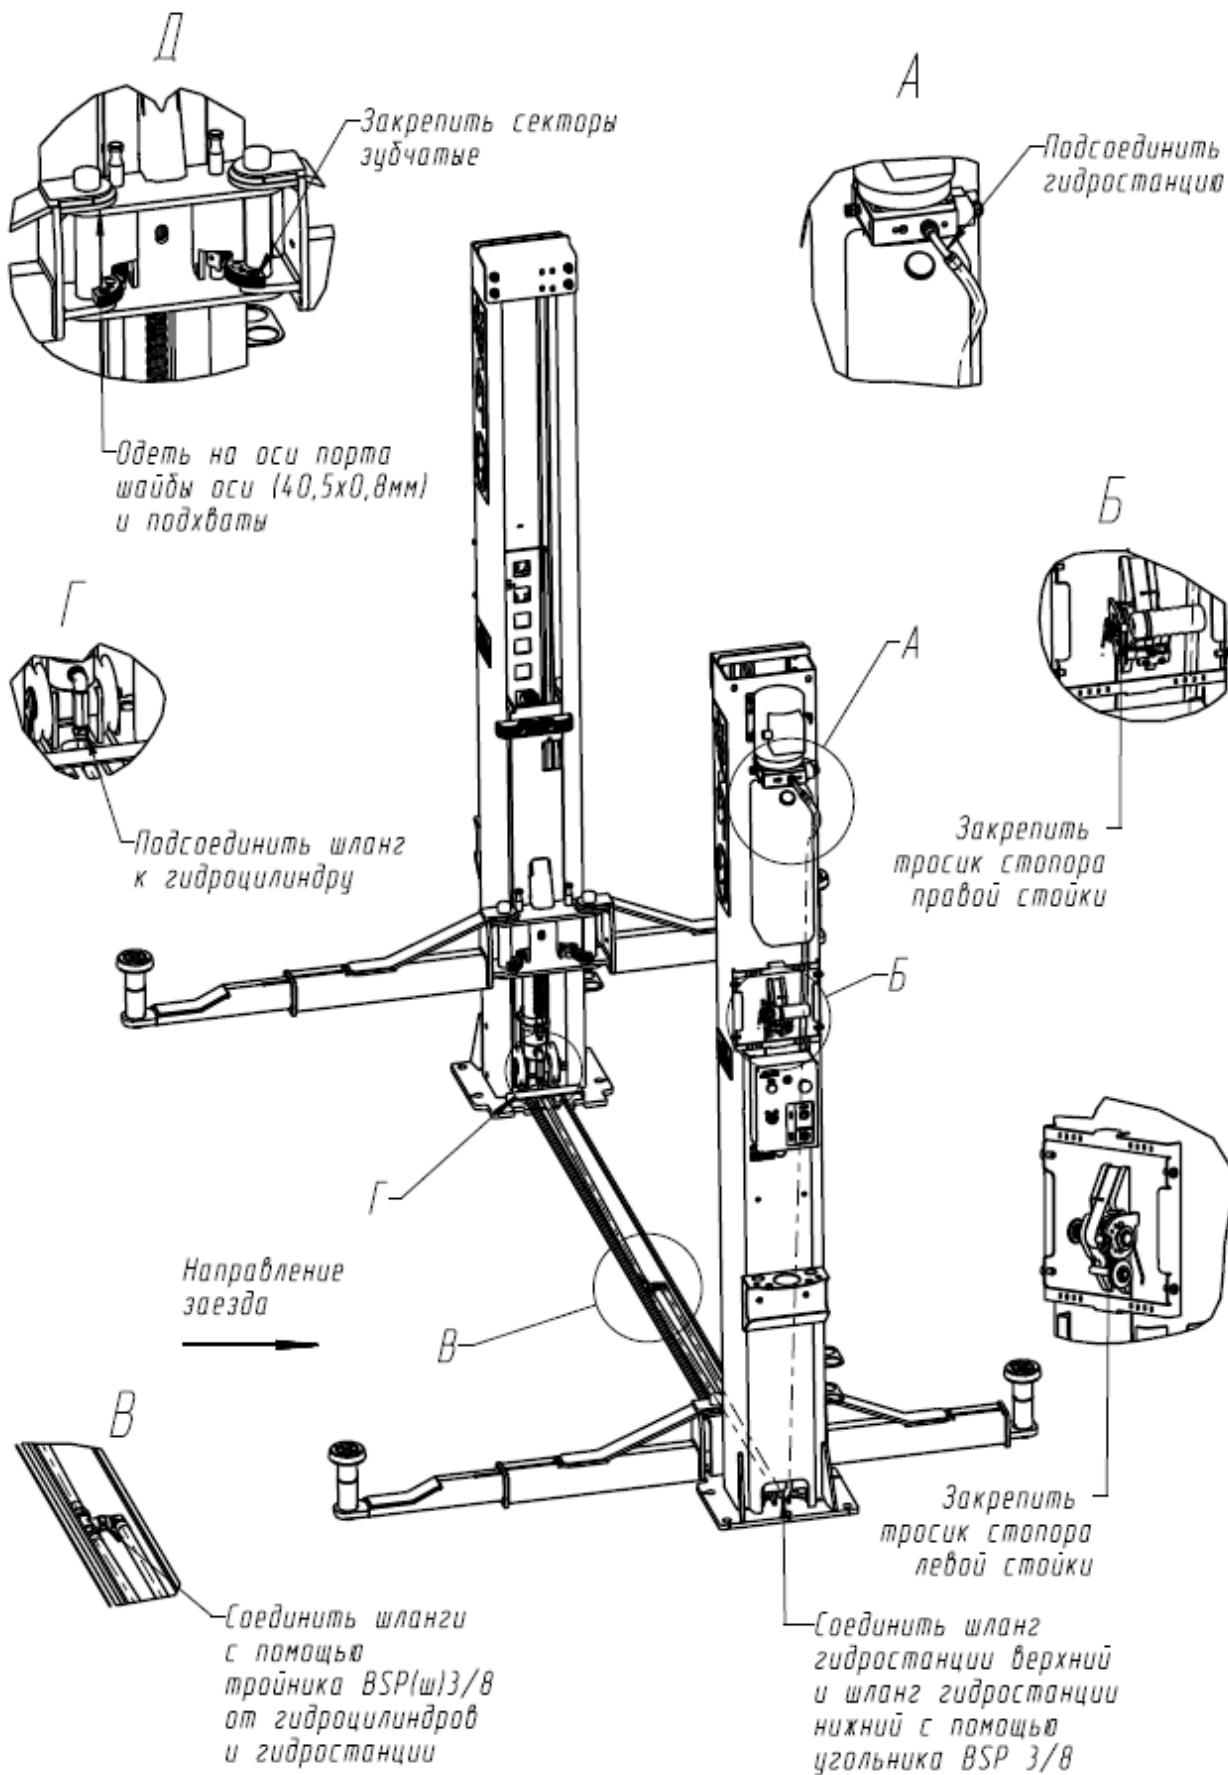

Рисунок 6.3 - Соединение рукавов высокого давления и крепление тросика стопорения.
6.4 Рукава высокого давления (шланги) соединить между собой при помощи тройника согласно схеме гидравлической принципиальной (см. приложение А и Рисунок 6.3). При затяжке гаек не допускается скручивание рукавов. Тройник должен располагаться горизонтально (см. Рисунок 6.3 вид В).
6.5 Установить тросик системы стопорения (см. Рисунок 6.3). Для этого снять кожуха правой и левой стойки. Тросик системы стопорения зафиксировать на барабане правой стойки (см. Рисунок 6.3, вид Б). Другой конец тросика протянуть к барабану левой стойки – вниз, затем горизонтально с использованием отклоняющих блоков и вверх (перед барабаном левой стойки закреплен еще один отклоняющий блок). Выбрать слабину тросика и зафиксировать его на барабане левой стойки.
6.13 Установить шайбы оси порта каретки 40,5x0,8. Затем установить подхваты на вваренные в каретки оси и зафиксировать, закрепив на нижней вилке подхвата зубчатые секторы. Убедиться что подхваты опираются на шайбы оси. На оси портов кареток надеть заглушки оси порта каретки (пластик) (см. Рисунок 6.3). Эксплуатация подъемника без установки зубчатых секторов не допускается.